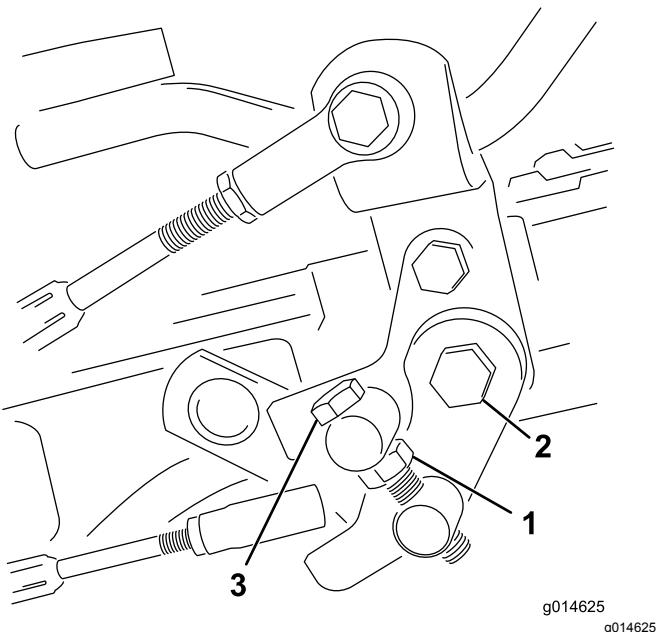

Рисунок 36
- Ослабьте контргайку на болте цапфы (Рисунок 36).
- Чтобы зафиксировать регулировку, затяните контргайку на болте цапфы и гайку на шарнире педали (Рисунок 36). Проверьте регулировку и при необходимости повторите ее.